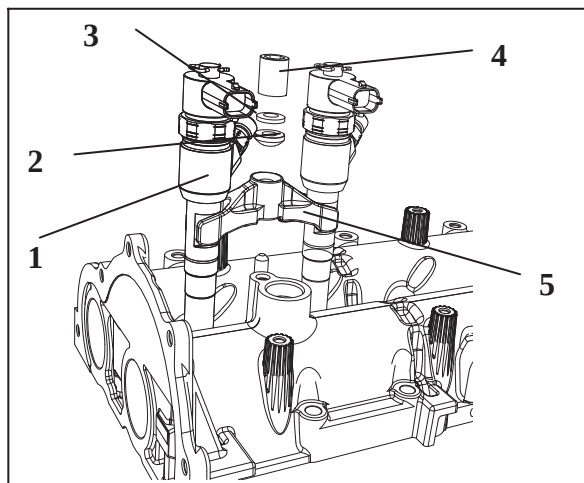

图 1-9
6.3 如图 1-9 喷油器总成装配，首先将喷油器总成（1）与喷油器压板（5）组装到一起，再将组装好的喷油器总成按标识顺序装入相应的位置，按图示，装入球面垫圈（3）、蝶形垫片（2），最后由喷油器压板螺母（4）拧紧，力矩按表三要求，用相同的方法装配另外一组喷油器总成。